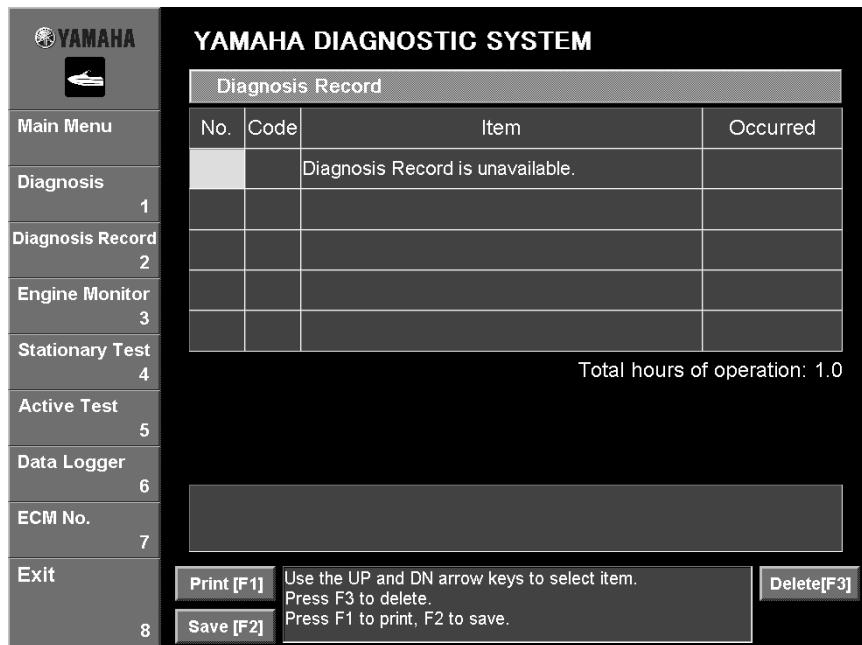
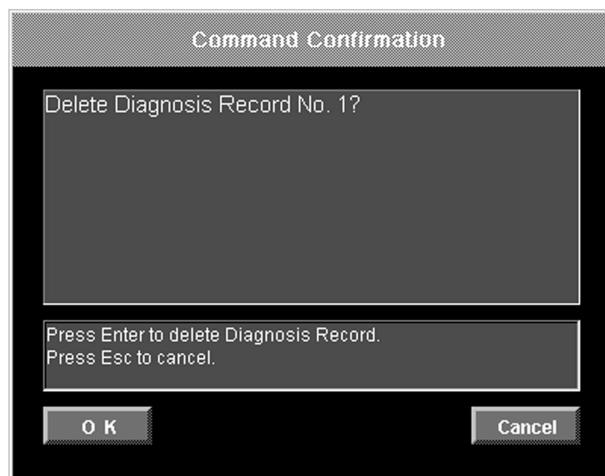

Fig. 33
Fig. 35
When a Diagnosis record is not available, "Diagnosis Record is unavailable" is displayed. (Fig. 33)
Lorsqu'un enregistrement de diagnostic n'est pas disponible, la mention "Diagnosis Record is unavailable" (enregistrement de diagnostic non disponible) s'affiche (Fig. 33).
Ist eine Diagnoseaufzeichnung nicht erhältlich, wird "Diagnosis Record is unavailable" (Diagnoseaufzeichnung nicht erhältlich) erscheinen. (Abb. 33)
Cuando no hay disponible un registro de diagnóstico, aparece el mensaje "Diagnosis Record is unavailable". (Fig. 33)
2. Click the **Delete [F3]** button or press the F3 key on your keyboard. (See fig. 33.) A confirmation message appears. (Fig. 35)
2. Cliquer sur le bouton **Delete [F3]** (effacer) ou appuyer sur la touche F3 du clavier (voir la fig. 33). Un message de confirmation s'affiche (Fig. 35).
2. Klicken Sie auf das Feld **Delete [F3]** oder drücken Sie die F3 Taste auf Ihrer Tastatur. (Siehe Abb. 33.) Eine Bestätigungsmeldung erscheint. (Abb. 35)
2. Haga clic en el botón **Delete [F3]** o pulse la tecla F3 del teclado. (Ver fig. 33.) Aparece un mensaje de confirmación. (Fig. 35)
3. Click the **OK** button or press the Enter key on your keyboard. (Fig. 35) The selected item is deleted. To cancel deleting the item, click the **Cancel** button or press the Esc key on your keyboard.
3. Cliquer sur le bouton **OK** ou appuyer sur la touche Entrée du clavier (Fig. 35). L'élément sélectionné est effacé. Pour annuler l'effacement d'un élément, cliquer sur le bouton **Cancel** ou appuyer sur la touche Echap du clavier.
3. Klicken Sie auf **OK** oder drücken Sie die "Enter"-Taste auf Ihrer Tastatur. (Abb. 35) Das ausgewählte Datenfeld ist gelöscht. Um das Löschen des Datenfeldes abzubrechen, klicken Sie auf **Cancel** oder drücken Sie die "Esc"-Taste auf Ihrer Tastatur.
3. Haga clic en el botón **OK** o pulse la tecla Intro en el teclado. (Fig. 35) El elemento seleccionado se borra. Para cancelar el borrado del elemento, haga clic en el botón **Cancel** o pulse la tecla Esc del teclado.